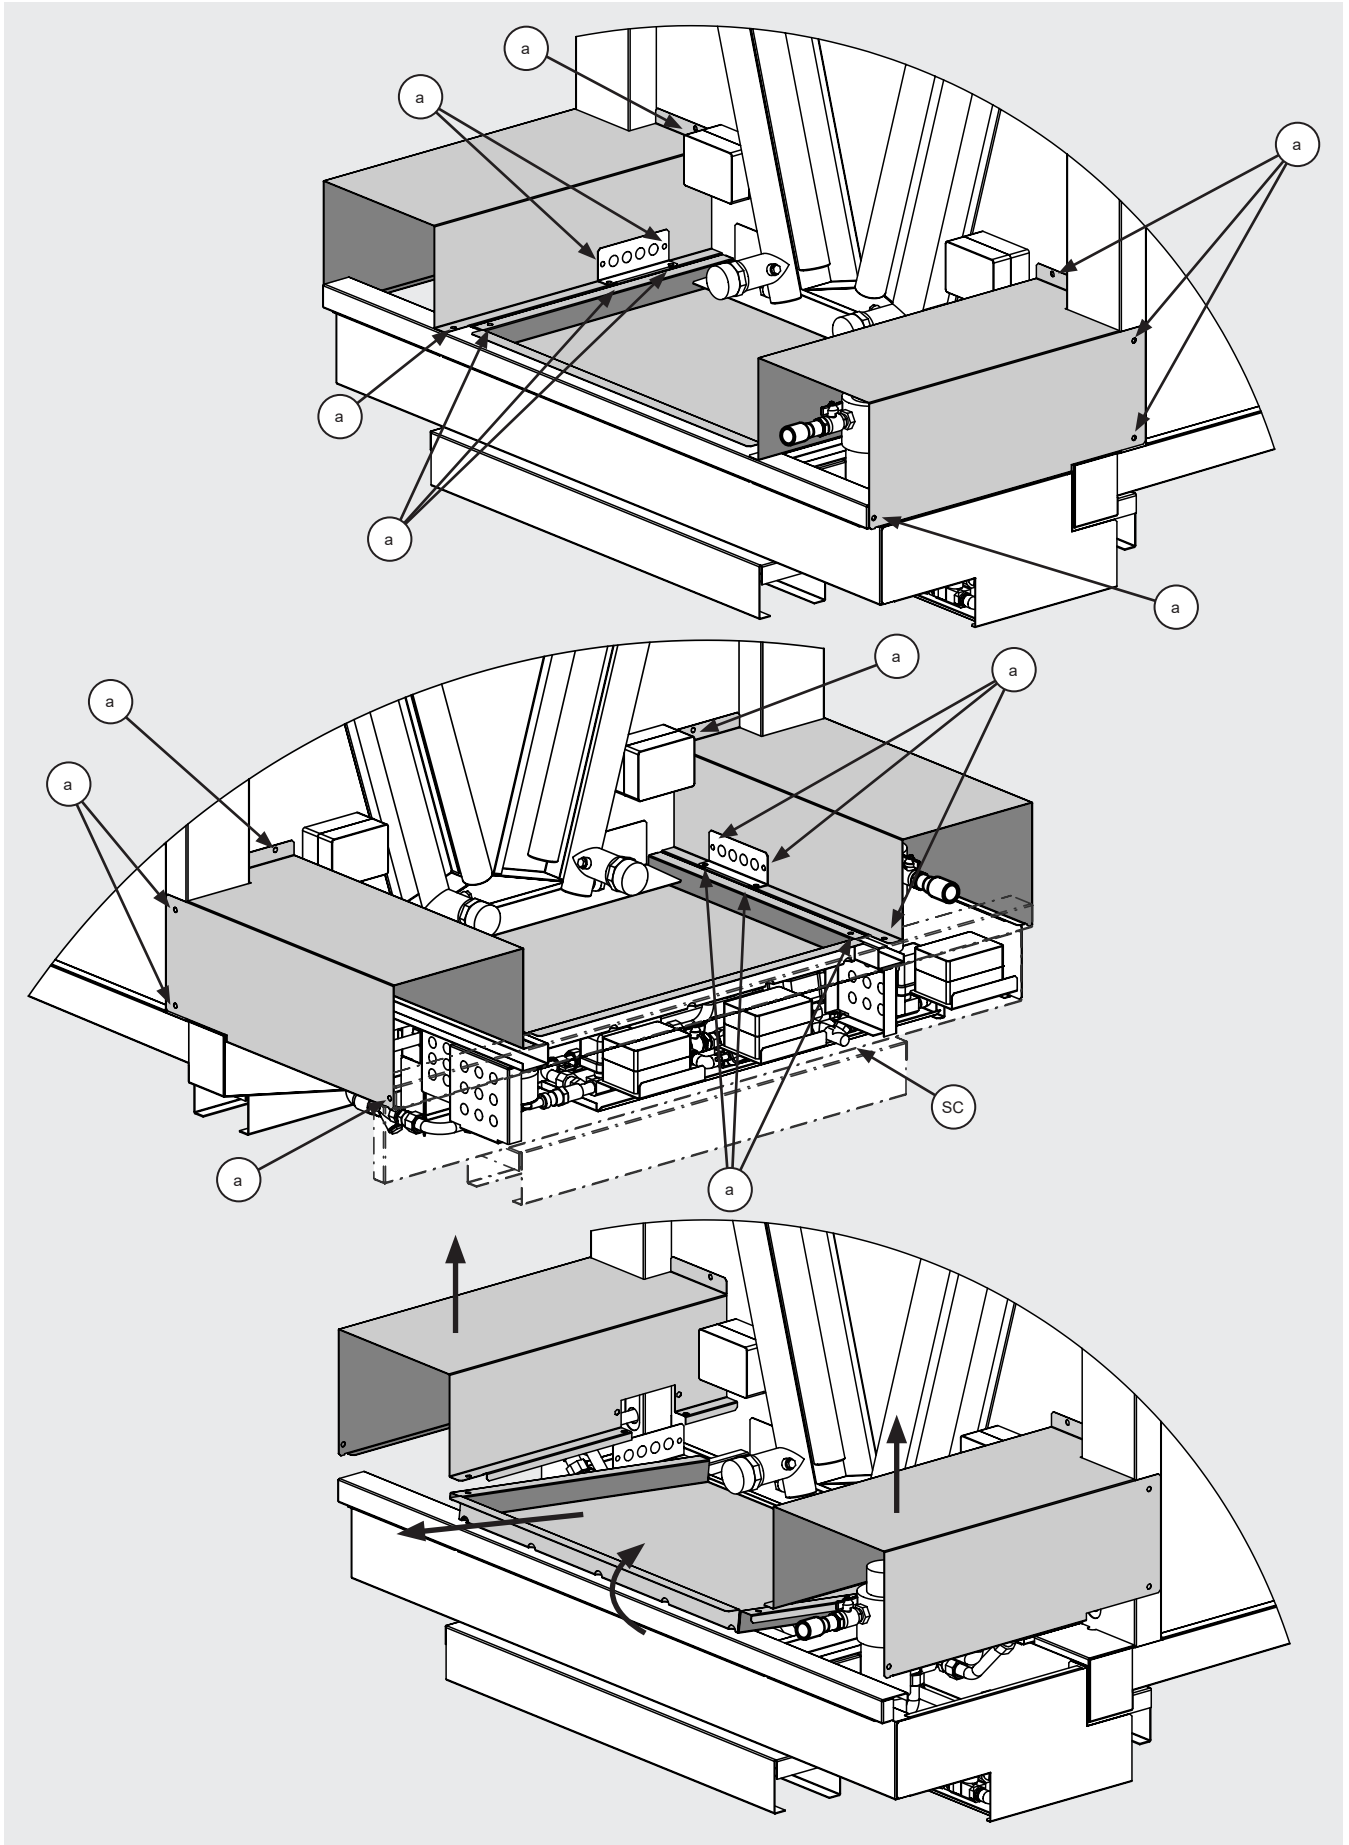

Figura 23
- 12.11.4 Espere hasta que se haya completado el vaciado del circuito adiabático. En cuanto se desconecte el modelo, se abrirán todas las electroválvulas normalmente abiertas (véase el punto 2.9) y el circuito se vaciará a través de la conexión (SC), véase la Figura 23.
- 12.11.5 Sitúese en la parte delantera del modelo y desenrosque los tornillos (a) que fijan las 3 tapas que protegen el circuito adiabático exterior, véase la Figura 23.
- 12.12.7 Espere hasta que se haya completado el vaciado del circuito adiabático. En cuanto se desconecta el modelo, todas las electroválvulas normalmente abiertas (véase el punto 2.9) se abren y el circuito se vacía a través de la conexión (SC), véase la Figura 23.
electroválvulas normalmente abiertas (véase el punto 2.9) se abren y el circuito se vacía a través de la conexión (SC), véase la Figura 23.
- 12.18.5 En cuanto se apaga el modelo, todas las electroválvulas normalmente abiertas (véase el punto 2.9) se abren y el circuito se descarga parcialmente a través de la conexión (SC), véase la Figura 23.